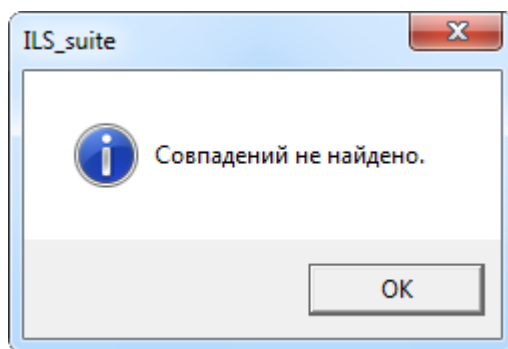

Рис. 13-25 – Опцион не найден
- 4) Если опцион не найден, выводится информационное сообщение, представленное на рис. 13-25.
- 5) Нажать «ОК» для закрытия информационного окна (рис. 13-25).